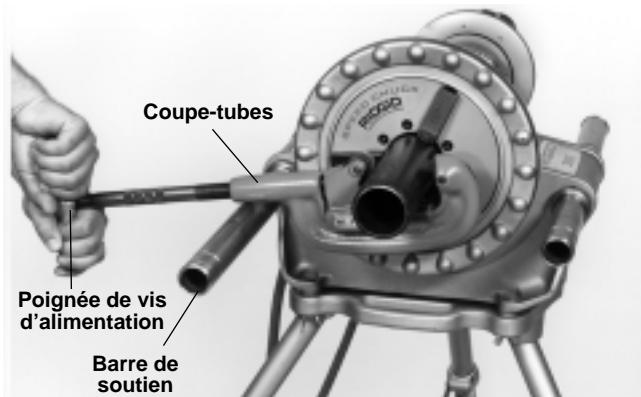

**Figure 3 – Moteur d'entraînement avec tuyau installé, support et lubrificateur N° 318.**
5. Mettez un pied sur la pédale de commande (*Figure 3*) pour faire tourner l'appareil.